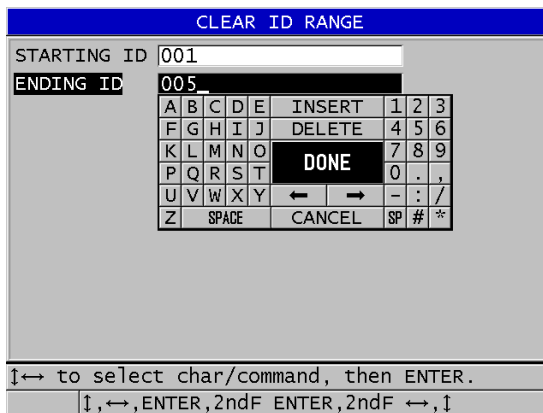

図 11-21 アクティブファイルでの ID 範囲のデータの削除
3. ID 範囲を指定して消去（209 ページの図 11-21 参照）で、以下の操作を行います。